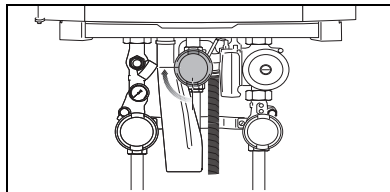

Bild 18 Öppna gaskranen
- Öppna gaskranen långsamt. Tryck in den och vrid $\frac{1}{4}$ varv åt vänster (→ bild 18). I öppet läge står gaskranen lodrätt.